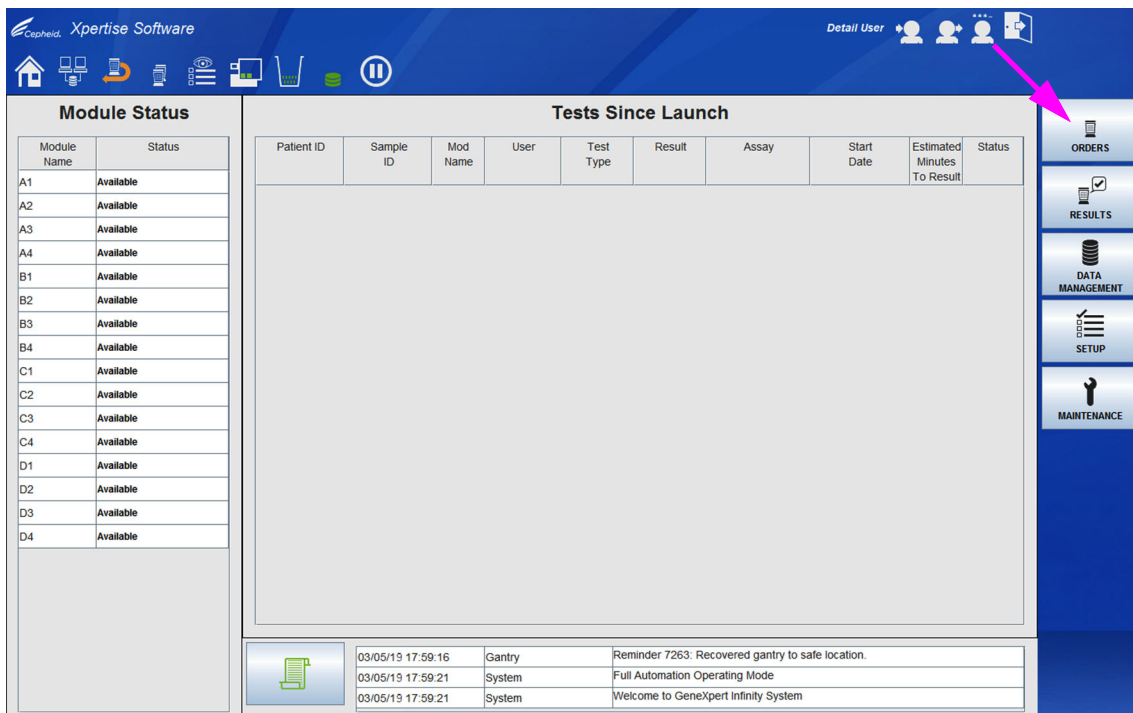

Figura 5-26. Área de trabalho inicial do software Xpertise
À medida que o software se vai iniciando, o sistema verifica o estado do sistema de automatização, efetua autotestes nos módulos GeneXpert e, em seguida, apresenta uma área de trabalho inicial do software Xpertise ativa. Ver Figura 5-26.
1. Na área de trabalho inicial do software Xpertise, selecione o botão **ORDERS (PEDIDOS)**. Ver Figura 5-26. A área de trabalho Orders Menu (Menu Pedidos) será apresentada. Ver Figura 5-27.